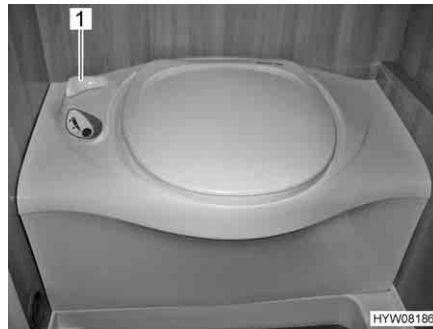

Bild 190 Thetford-toalett
- Öppna spjället på Thetford-toaletten före spolning. Därtill vrids spjällspaken (Bild 190,1) moturs.
- Efter spolning stängs spjället. Därtill vrids spjällspaken (Bild 190,1) medurs.